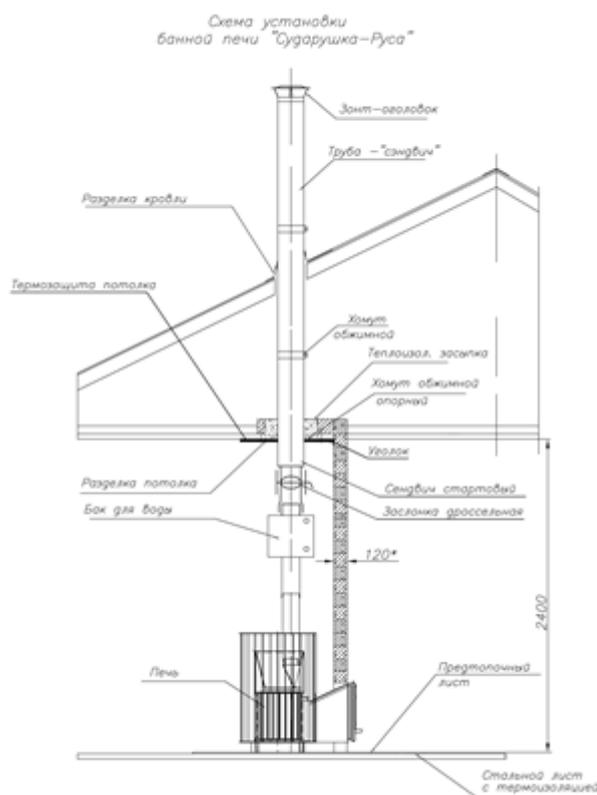

Рис. 4. Схема установки печи
2.2.1. Рекомендуемая схема установки печи приведена на рис. 4.